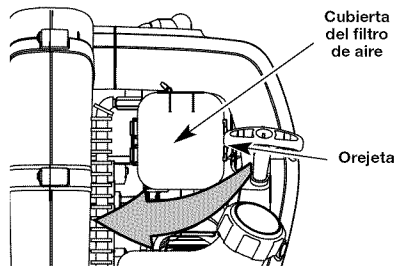

Fig. 15
1. Para abra la tapa del filtro de aire, empuje la lengüeta de cierre en el lado derecho de la cubierta hacia el interior, a continuación, tire del tapa del filtro de aire hacia fuera y hacia la izquierda (Fig. 15).